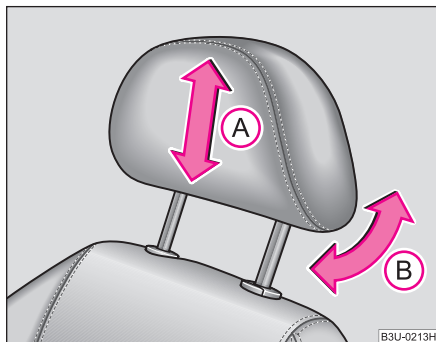

Fig. 47 Reglarea tetierei
- Cuprindeți tetiera cu ambele mâini de părțile laterale și împingeți în sensul indicat de săgeată **A** în sus sau în jos ⇒ fig. 47. Reglați tetierele astfel încât marginea de sus a tetierei să se afle la aceeași înălțime cu partea cea mai de sus a capului dvs. ⇒ pagina 125, fig. 103.
- Tetierele se pot regla prin înclinare în sensul săgeții **B** ⇒ fig. 47, pentru a corespunde poziției capului. Prin reglarea tetierei se mărește confortul în timpul deplasării.